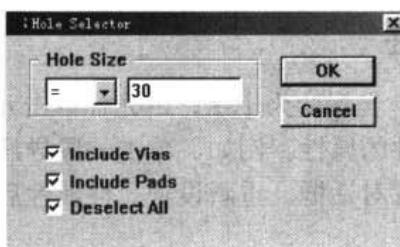

图 10-51 Hole Selector (焊盘或过孔孔径指定选择) 对话框
**Hole Size:** 选择指定孔径的焊盘或过孔。执行该命令后，将弹出如图 10-51 所示的 Hole Size 对话框，在其中设置要选择的孔径范围和元件范围，单击 OK 按钮，即可选中设置范围内的元件。